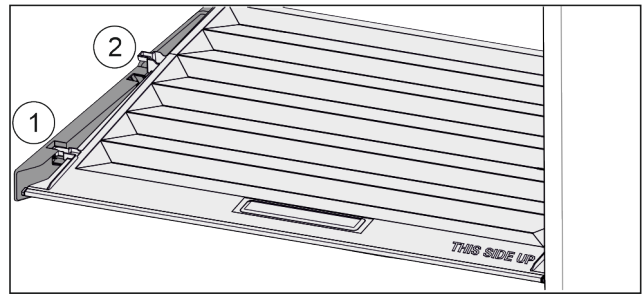

Fig. 101
- ▶ Потянуть крышку до отверстия в поддерживающих деталях вперед Fig. 101 (1).
- ▶ Поднять сзади снизу и извлечь Fig. 101 (2) движением вверх.